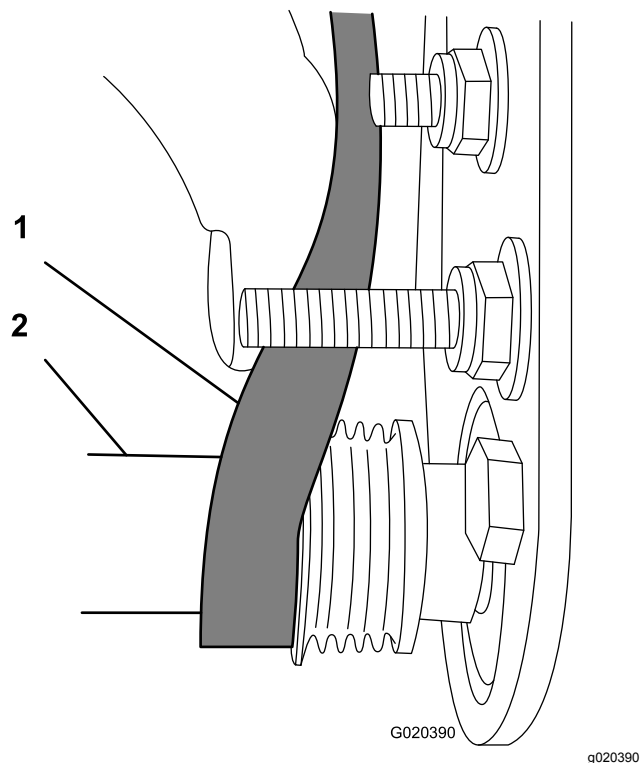

Figura 23
- Utilizzate una chiave a tubo di profondità da 9/16" per ruotare il gruppo spazzola e guidare la cinghia sulla puleggia condotta (Figura 23).